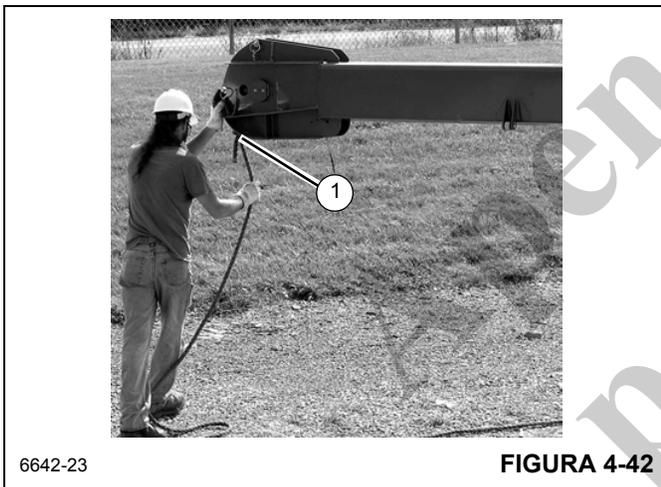

FIGURA 4-42
2. Conecte o cabo de apoio (1) (Figura 4-42) à extremidade da extensão de duas seções.